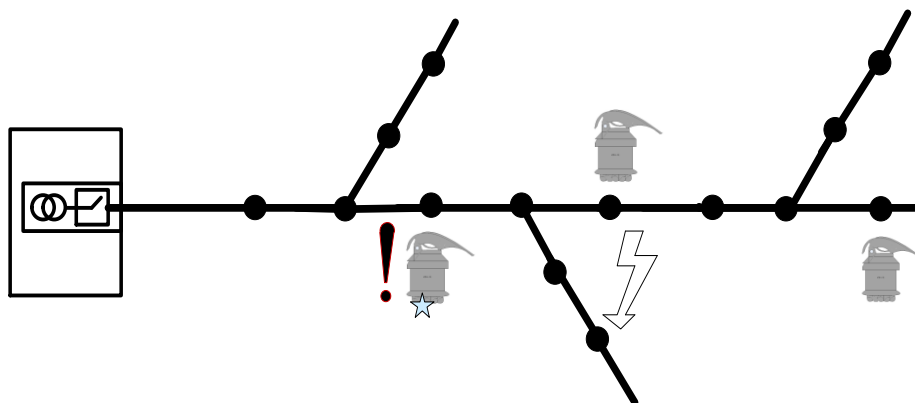

Рисунок 10 – Установка комплектов на линии с короткими ответвлениями
- на линии с короткими ответвлениями комплекты, как правило, устанавливаются по стволу линии за местом разветвления (отпайки), на ближайших к месту разветвления промежуточных опорах (Рисунок 10);